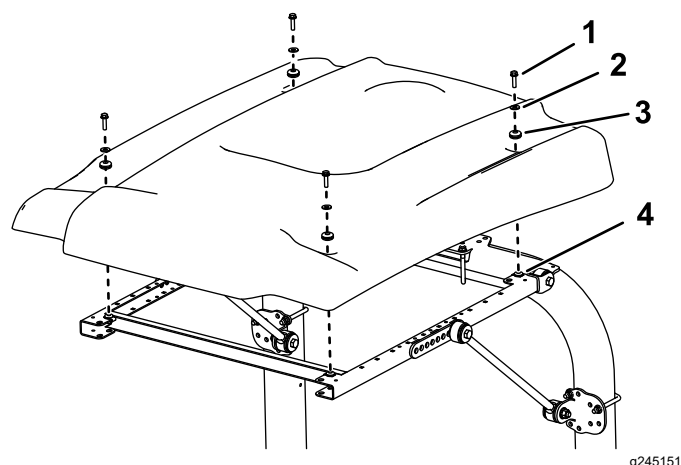

図 41
15. 図 41 に示すようにサンシェードをフレームに載せて、取り付け穴を整列させる。
16. サンシェードの各コーナー部をフレームに仮止めするフランジヘッドボルト 5/16 x 1 1/4" 1本、小さいワッシャ1枚、ハトメ 1 個を使用する図 41。